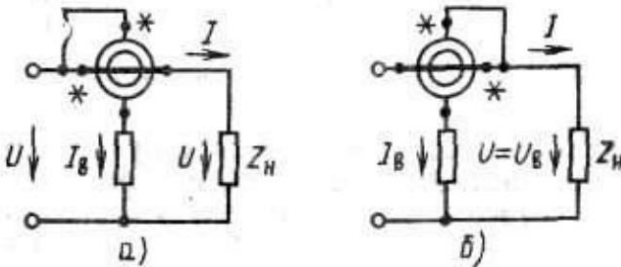

Рисунок 4.6 – Схеми підключення ватметра
12. Для вимірювання потужності постійного струму використано ватметр з верхньою межею вимірювання: за струмом $I_n = 1 \text{ А}$, за напругою $U_n = 150 \text{ В}$. Опір послідовного кола $R_a = 0,2 \text{ Ом}$, опір паралельного кола $R_b = 5000 \text{ Ом}$. За якою схемою (рисунок 4.6) необхідно включити обмотки ватметра, щоб при струмі навантаження $I = 1 \text{ А}$ і напрузі на навантаженні $U = 100 \text{ В}$ отримати найменшу можливість відносну похибку результату вимірювання потужності?